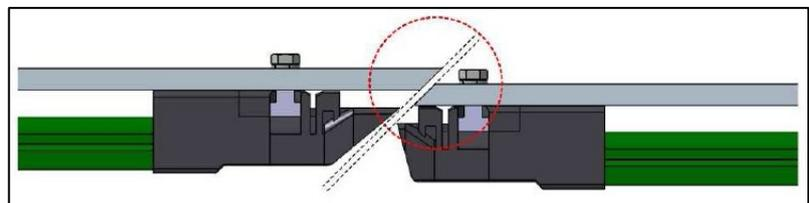

図 75: 切換えスイッチ 45°傾斜
- トランスファーガイドは端の基準線を越えて突出しないようにしてください(図 75 参照)。
- 斜めカットの場合固定ネジの頭が取付形鋼の断面の基準線からはみ出さないようにしてください(図 75 参照)。